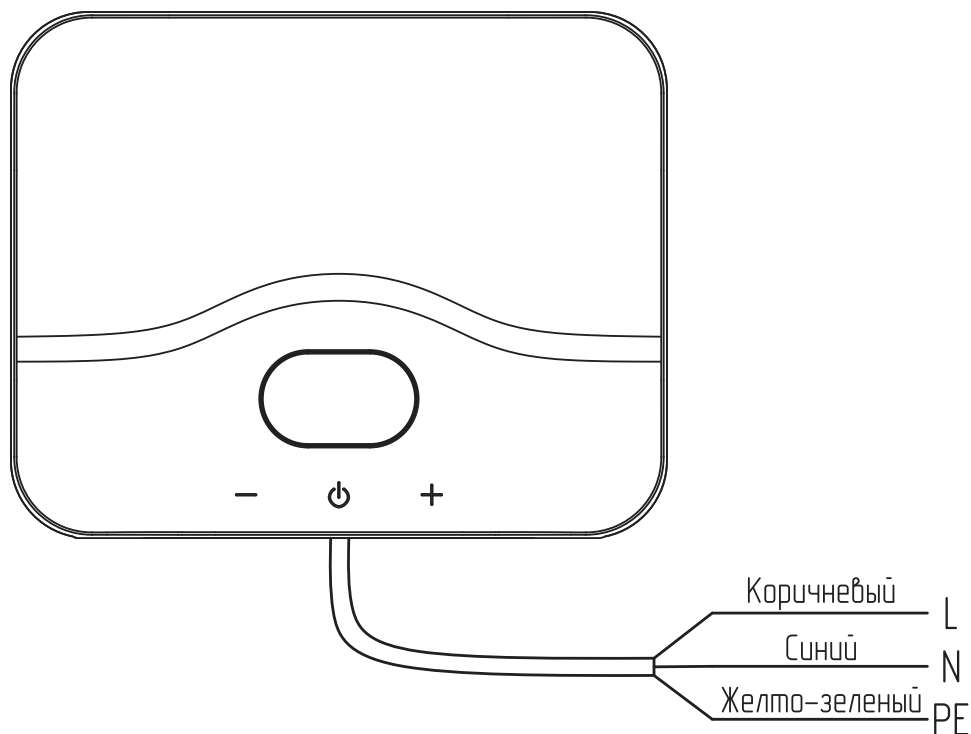

Рис. 8 Схема подключения водонагревателя
1. Подключите жилы кабеля в соответствии с цветовой схемой подключения, приведенной на **Рис. 8**, где указаны фазный (L), нулевой (N) провода и провод заземления (PE).